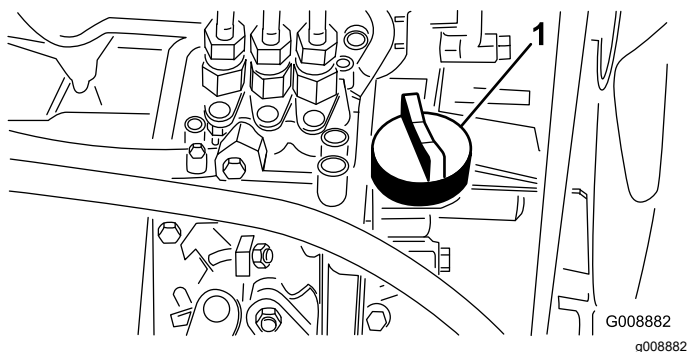

Figura 29
4. Si el nivel de aceite es bajo, retire el tapón de llenado (Figura 29) y añada poco a poco pequeñas cantidades de aceite, comprobando el nivel frecuentemente, hasta que el nivel llegue a la marca de lleno de la varilla.